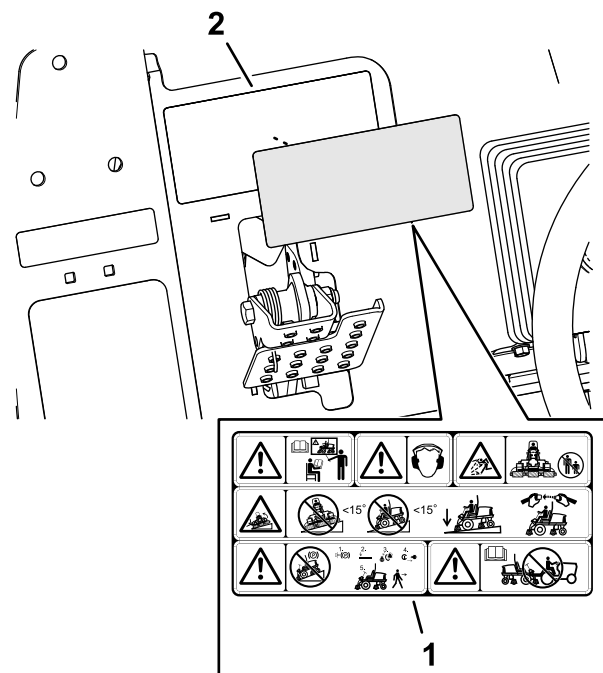

Figura 39
- Folosii alcool sanitar i o lavetă curată pentru a curăa zona suprafaa autocolantului de avertizare 133-2930 i lăsa autocolantul să se usuce (Figura 39).